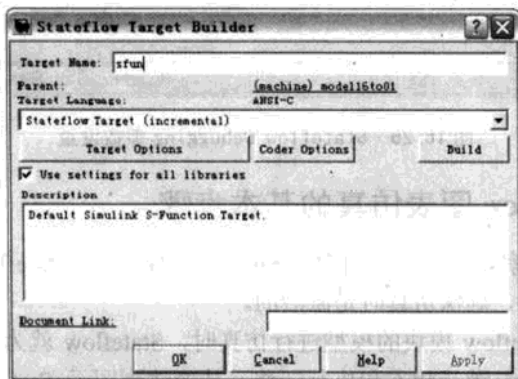

图 16.24 Simulation Target Builder 参数对话框
- (3) 在 Stateflow 编辑框, 选择 Tools | Open Simulation Target 命令, 弹出 Simulation Target Builder 参数对话框如图 16.24 所示。